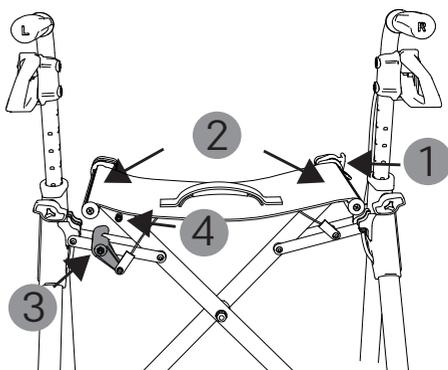

Fig. 2
2. Vous devrez peut-être débloquer le verrou de sécurité (1, Fig. 2) (voir chapitre « Plier et déplier le rollator »).
3. Poussez les tubes latéraux du siège vers l'extérieur et vers le bas (2, Fig. 2), jusqu'à ce que le rollator soit complètement ouvert et que la housse de l'assise soit bien tendue.
4. À présent, le dispositif de blocage en position déployée s'enclenche avec un bruit audible (3, Fig. 2) dans le logement prévu à cet effet (4, Fig. 2) placé sous la housse de l'assise. Le rollator est maintenant correctement déployé.